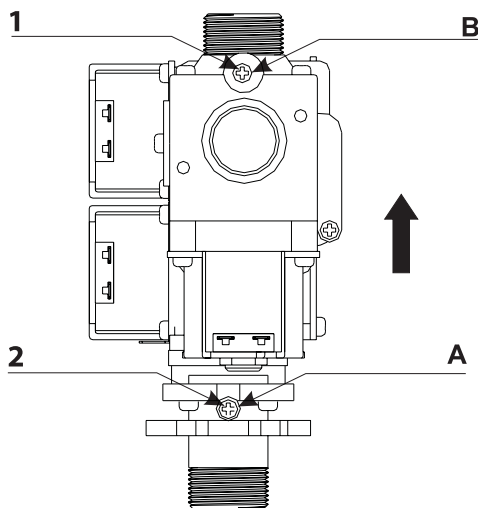

Рис. 17. Газовый клапан
- Подключите газовый манометр к штуцеру замера давления газа «В» на выходе из газового клапана (см. рис. 17);